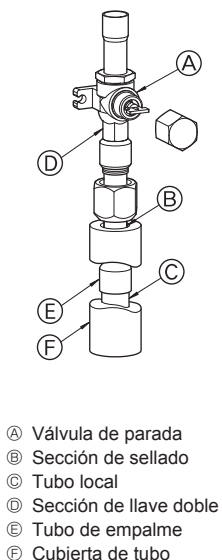

Fig. 4-3
- ③ Utilice el siguiente procedimientos para conectar el tubo del lado de gas. (Fig. 4-3)